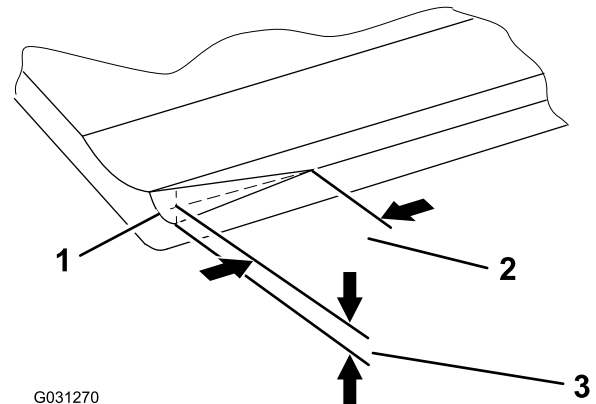

Figure 21
**Remarque:** Avec le temps, vous devrez rectifier le chanfrein (Figure 21) car il n'est conçu pour durer que 40 % de la vie de la contre-lame.